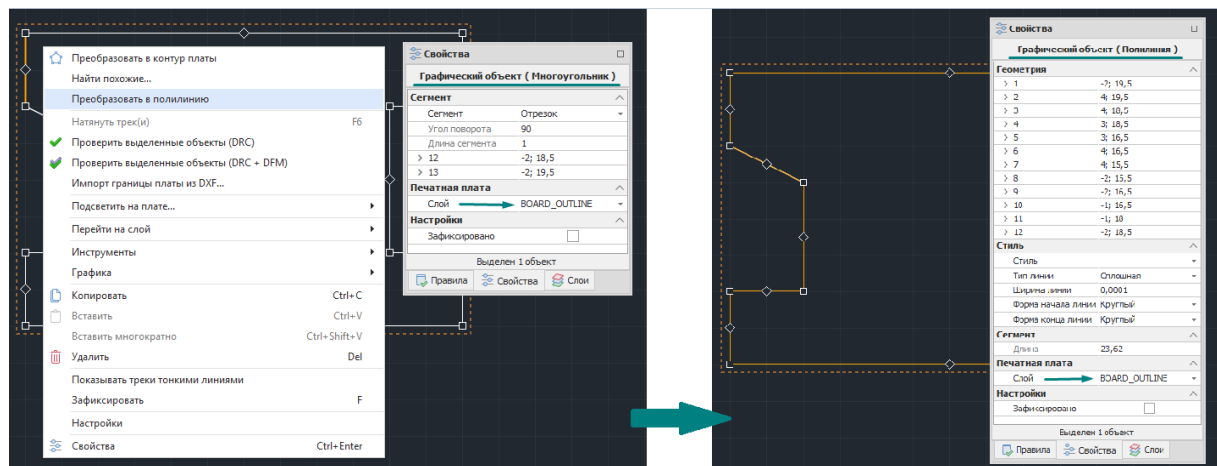

Рис. 77 Преобразование графического объекта в полигон
3. Редактирование контура платы ручным перемещением точек трансформации контура с предварительным преобразованием в полилинию через контекстное меню «Преобразовать в полилинию», см. Рис. 77.